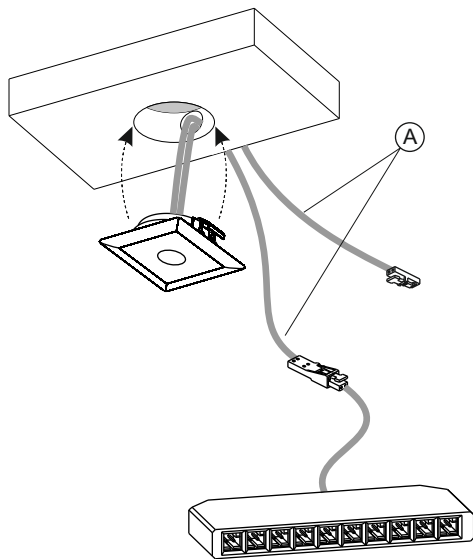

Fig 4
- Insert the cables (A) into the hole as illustrated in figure 4 and then install the device applying light pressure until it is completely fitted.
- Die Kabel (A) in die Bohrung einführen (Abb. 4), dann leicht auf die Leuchte drücken, bis sie ganz einrastet.
- Insérer les câbles (A) dans le trou, comme indiqué sur la figure 4, puis installer l'appareil en effectuant une légère pression jusqu'à l'insertion complète de ce dernier.